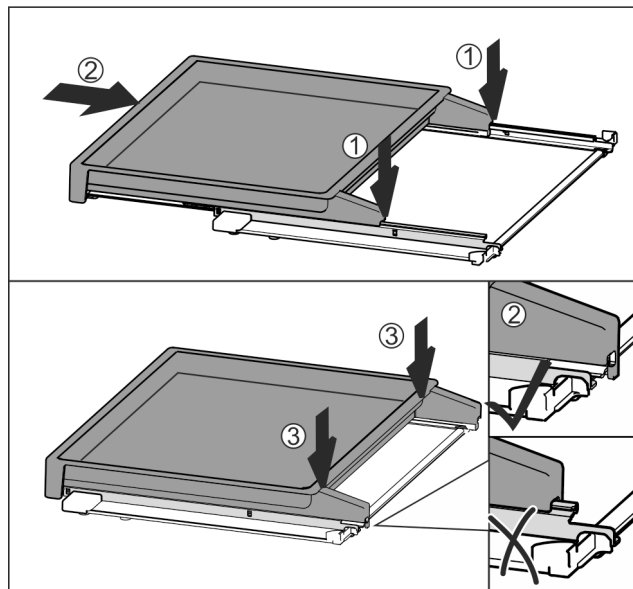

Fig. 113
- ▶ Mittig auf Schienen aufsetzen *Fig. 113 (1)*.
- ▶ Auszugsbord vollständig einschieben *Fig. 113 (2)*.
- ▶ An hinterer Seite drücken bis es hörbar einrastet *Fig. 113 (3)*.